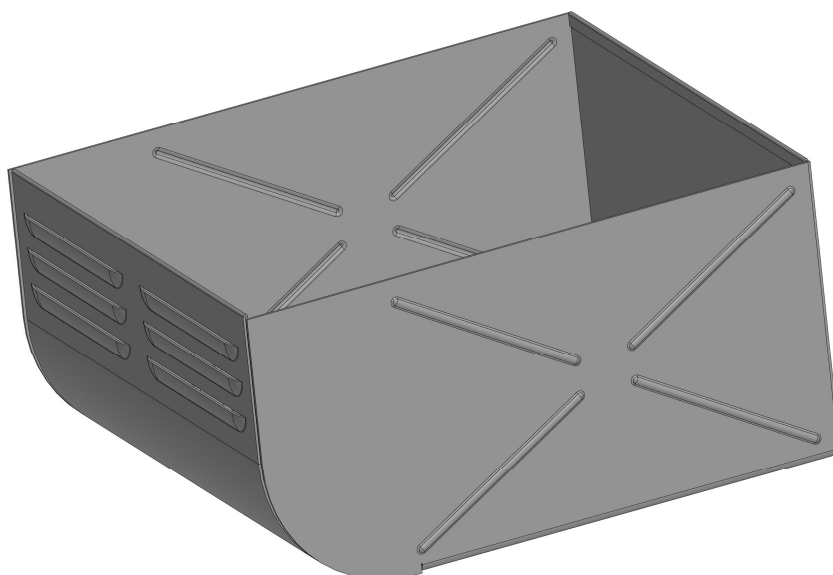

Рис. 9.11. Результат применения зеркального отражения при создании листового тела
10. Для создания второй симметричной части кожуха используем команду «**Зеркальный массив**» (панель **Массив, копирование**). Тип объектов массива указываем — «**Тела или поверхности**», указываем листовое тело, а в качестве плоскости симметрии – используем «**Плоскость ZX**». Создаем операцию, потом выходим из команды. Результат представлен на рис. 9.11.